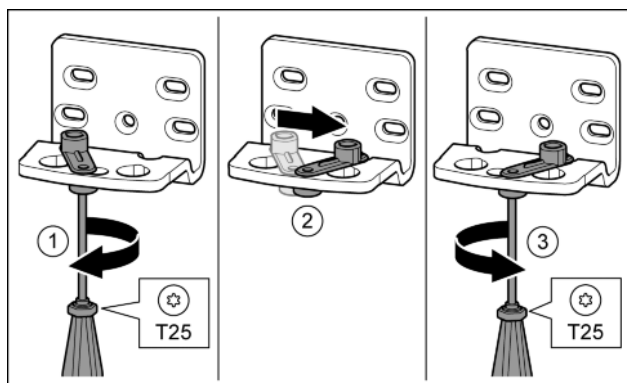

Fig. 16
- ▶ Отпустить винт отверткой T25. Fig. 16 (1)
- ▶ Приподнять фиксатор двери и, повернув на 90° вправо, вставить в отверстие. Fig. 16 (2)
- ▶ Затянуть винт отверткой T25. Fig. 16 (3)